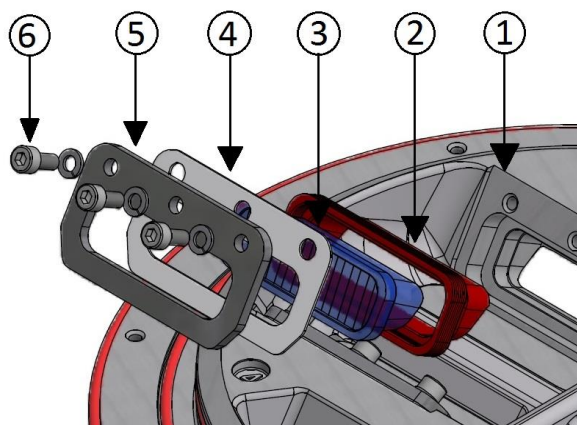

Figura 25 – Guarnizioni del prisma
- guarnizioni prisma montate tra calotta e prisma (*Figura 25- n°2*).